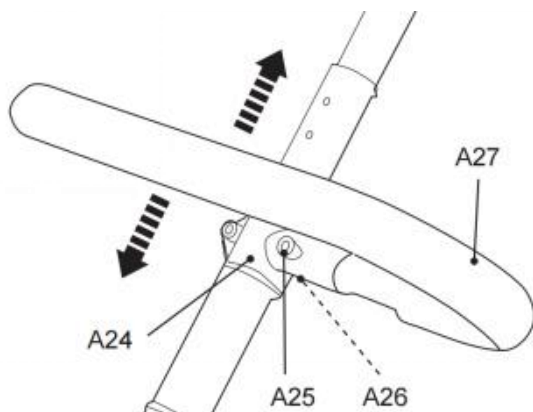

Fig. 35
2. Przesuń uchwyt (A24) w górę lub w dół do jednej z trzech pozycji, aż otwory montażowe zostaną wyrównane (rys. 35).